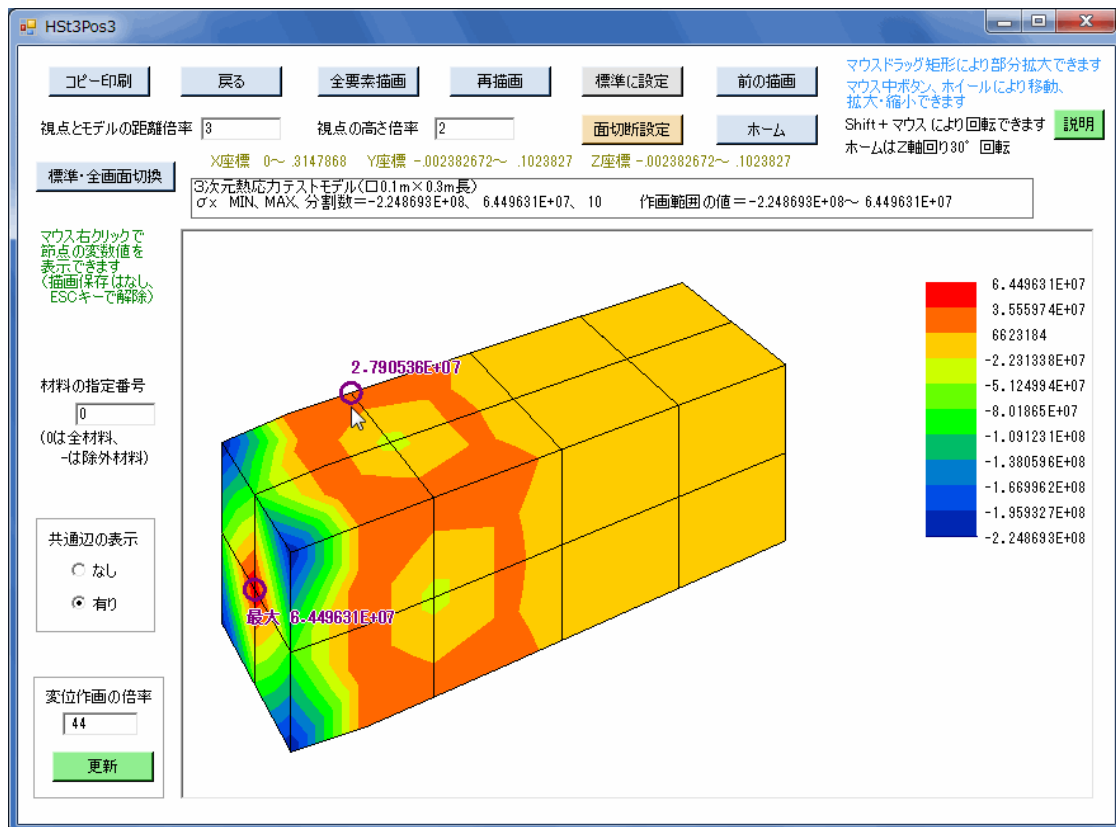

図6-8 等高線図の作画画面（マウス右クリックの節点の変数値表示）
- ⑤マウス右クリックで任意の節点を選択すると、図6-8のように同節点の変数値が表示されます。